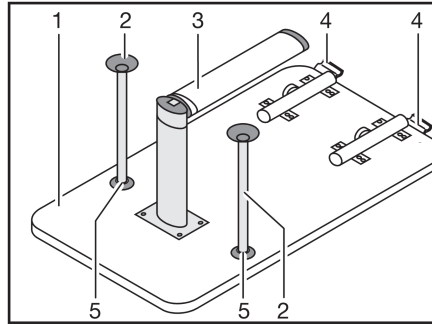

Fig. 76 Base de cama
- Levantar 45° aprox. el tablero de mesa (Fig. 76,1) por delante.
- Abatir la parte inferior de la pata de apoyo articulada (Fig. 76,3) 90°. Para ello, según el modelo, tirar la parte inferior de la pata de apoyo articulada hacia abajo o presionar el botón de desbloqueo.
- En el bloqueo (Fig. 76,4) pulsar el botón de desbloqueo.
- Según el modelo, encajar los dos pies de apoyo adicionales (Fig. 76,2) en los alojamientos (Fig. 76,5) en el lado inferior del tablero de la mesa.